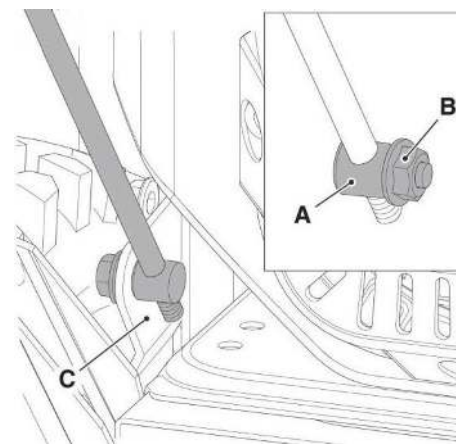

Рисунок 6
- Снимите предварительно установленное соединение (рисунок 6. А) на гайке рычага управления положением щётки (рисунок 6. В).
- Вставьте шарнирное соединение (рисунок 6. А) на устройстве управления положением щётки в отверстие на рычаге (рисунок 6. С), чтобы соединить его с приводом.
- Затяните гайку (рисунок 6. В).